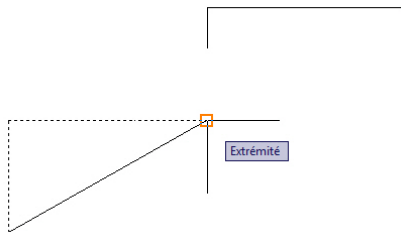

Figure 3.96
4. Indiquez un vecteur, une direction de copie (voir Figure 3.96).